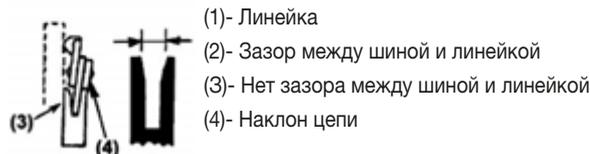

Рис.14
Направляющая шины должна всегда быть прямоугольной. Проверьте шину на наличие износа. Проверьте шину и внешнюю сторону зуба линейкой(1) см.рис. 14. Если между ними есть зазор (2), направляющая нормальна. В ином случае (3) она изношена. Такую шину нужно корректировать или заменять.